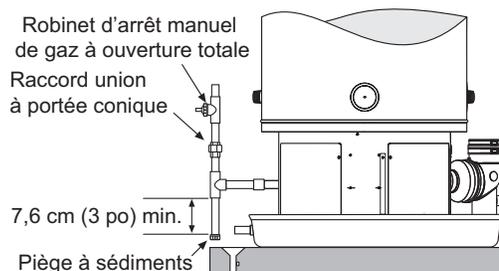

Figure 37
Suivre les instructions ci-dessous et se reporter à la Figure 37 pour l'installation de la tuyauterie de gaz.
4. Prévoir un raccord union à portée conique entre le chauffe-eau et le robinet d'arrêt manuel. Cela facilitera l'entretien. Voir Figure 37 ci-dessous.
1. Pour les pressions d'essais supérieures à 3,45 kPa (0,5 lb/po²), débrancher le chauffe-eau et son robinet d'arrêt de gaz principal du système de tuyauterie d'alimentation en gaz pendant les contrôles. Voir la Figure 37 à la page 31. La conduite d'arrivée de gaz doit être bouchée lorsqu'elle est débranchée du chauffe-eau.